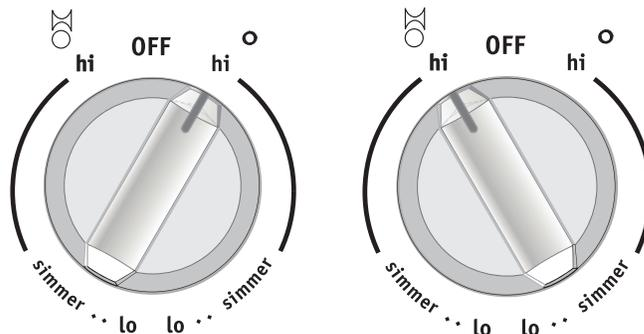

Figure 12 : Bouton de commande de la partie avant (G) et bouton de commande pour les ustensiles de cuisson rectangulaires (D).
2. Enfoncez le bouton de commande et tournez-le comme illustré sur la figure 12 pour faire chauffer la partie avant de l'élément-pont pour des ustensiles de cuisson de forme standard ou pour un ustensile de plus grande dimension ou rectangulaire. Tournez le bouton pour ajuster le réglage, si nécessaire. Commencez la plupart de vos cuissons par un réglage élevé, puis diminuez la chaleur pour terminer la cuisson. Chaque élément de surface fournit une quantité de chaleur constante à chacun des réglages. Une zone de chauffage de couleur rouge qui dépasse du bord inférieur de l'ustensile indique que l'ustensile est trop petit. Veuillez noter que ce ne sont pas tous les ustensiles de cuisson qui peuvent couvrir l'élément-pont correctement.